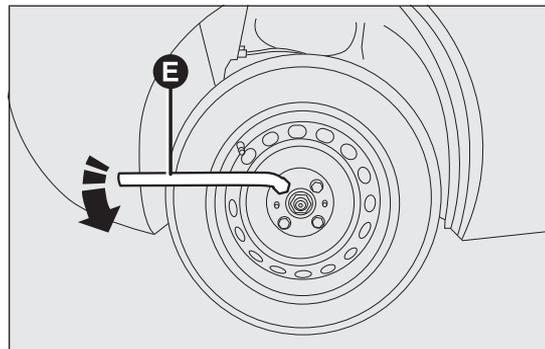

fig. 118
- ❑ desserrer d'environ un tour les boulons de fixation de la roue à remplacer à l'aide de la clé fournie E fig. 118 ;